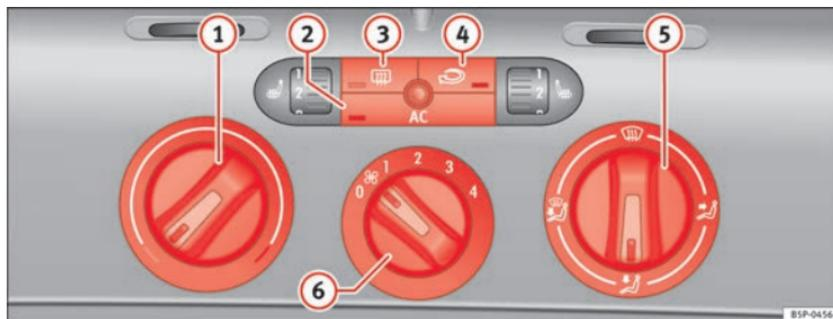

Fig. 130 Comandos do Climatic no painel de instrumentos
- Rodar o regulador da temperatura ⇒ fig. 130 ① para a direita, até ser atingida a potência calorífica pretendida.